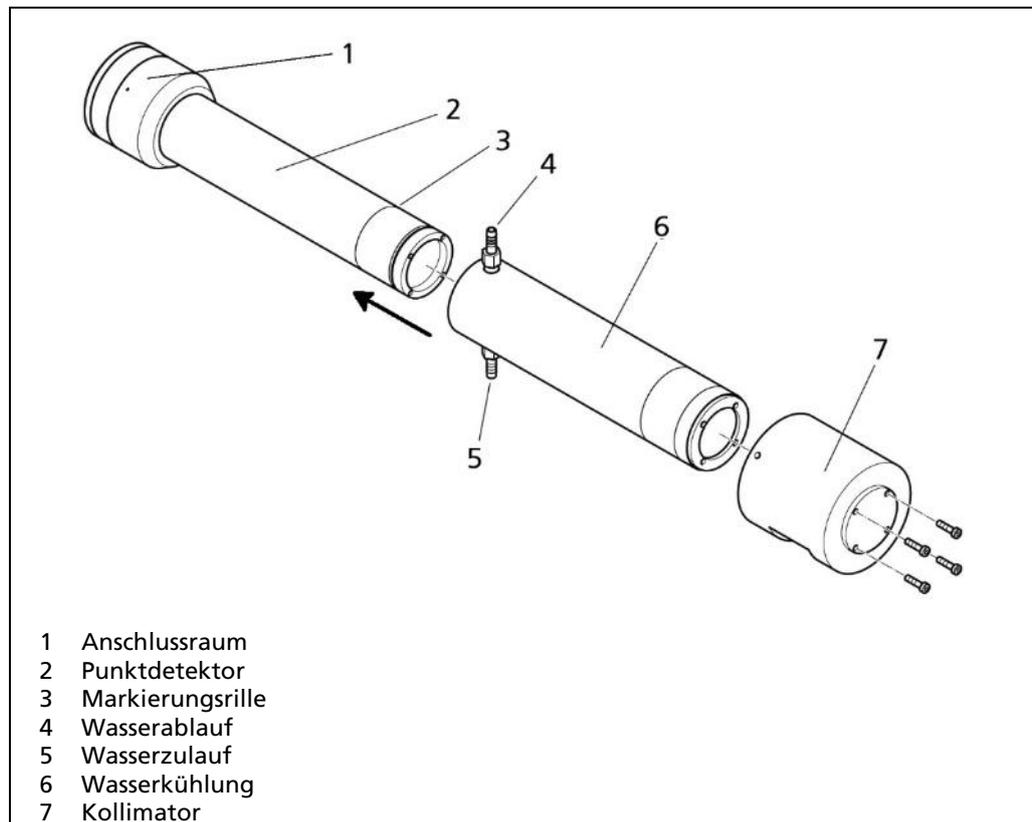

Abb. 60 Punktdetektor mit Wasserkühlung
1. Schieben Sie die Wasserkühlung (Abb. 60, Pos. 6) mit den Anschlussstutzen voran in Richtung des Anschlussraums.
Ist der Detektor waagrecht montiert, muss der untere Anschluss (Abb. 60, Pos. 5) als Wasserzulauf verwendet werden.